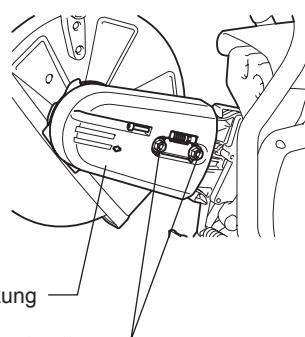

Abb. 7
- Montieren Sie die Riemensabdeckung. (Abb. 7) Drehen Sie die Einstellschraube für die Spannung, um die Spannung des Keilriemens einzustellen. Ziehen Sie nach dem Einstellen der Spannung die Befestigungsmutter sicher fest.